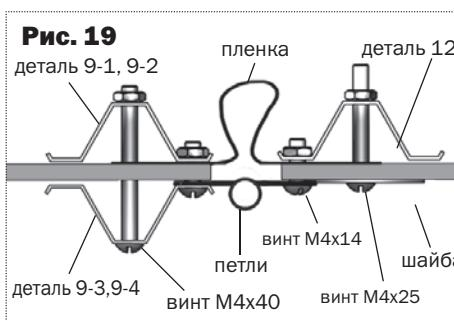
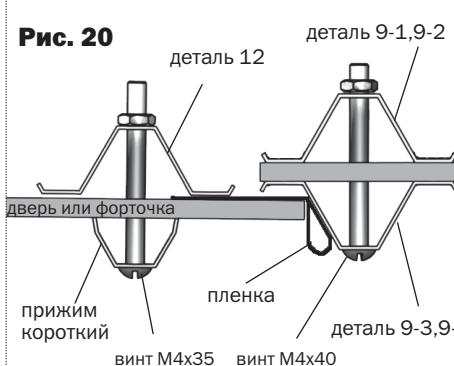
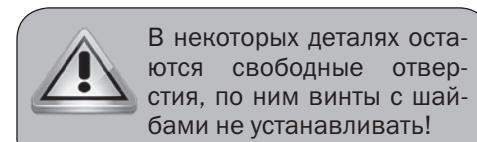

Рис. 19
Рис. 20
Рис. 22
3. Установите боковые куски покрытия торца в соответствии с **рис.16**. Придерживая кусок покрытия, закрепите его винтами с шайбами по деталям **8 (рис.22)**. Отверстия для винтов выполняются сверлом диаметром 4 mm изнутри теплицы через готовые отверстия в деталях каркаса.
4. Состыкуйте детали **9-3** и **9-4** (рис.17) и установите их в соответствии с рис.19. Прижмите куски поликарбоната по краям со стороны двери и форточки накладками **9-3**, **9-4** (рис.19), оставляя отверстия под вертушки. Вырежьте куски покрытия для установки над дверными проемами и под дверными проемами, установите их, закрепив шайбами (рис.22) на детали **10**.
6. Закрепите куски покрытия на форточки и двери по стороне навеса петель шайбами (рис.19), а про другим сторонам - прижимами (рис.20), предварительно закрыв соты (оклеив их скотчем). По сторонам, противоположным петлям покрытие должно выступать за каркас на 15 мм (рис.20). Петли накладываются поверх поликарбоната и при затягивании винтов поликарбонат под петлями сминается.
7. Щели в дверном проеме закрываются полиэтиленовой пленкой (рис.19, 20).
9. Покрытие, закрепляется винтами с шайбами в соответствии с рис. 22.